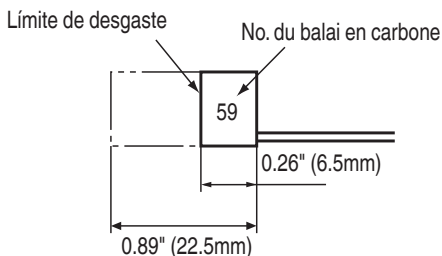

Fig. 6
4. Inspection des balais en carbone (Fig. 6)
Utiliser le balai en carbone HITACHI No. 59 indiqué sur la Fig. 6.